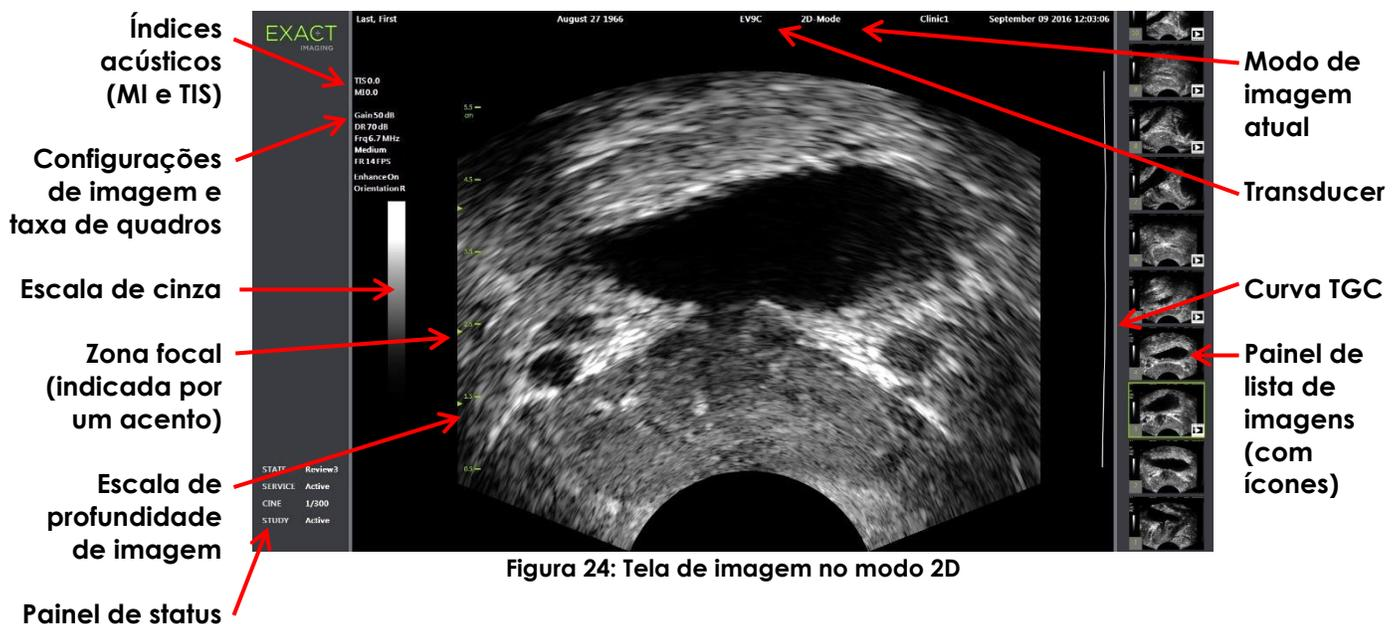

Figura 24: Tela de imagem no modo 2D
- As configurações de imagem são mostradas na Figura 24